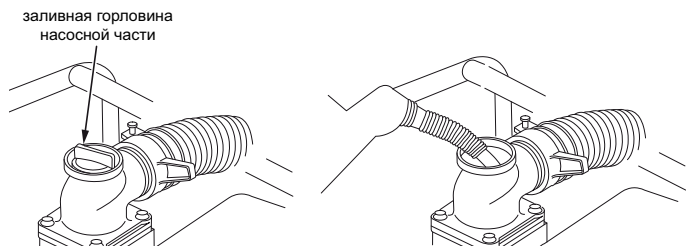

Рис. 7
- вывернуть пробку заливной горловины насосной части (см. рис. 7);